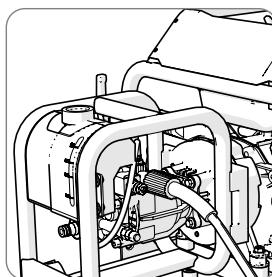

Abb. 3
- Stecken Sie den Schlauch in den entsprechenden Stutzen. (**Abb. 3**)